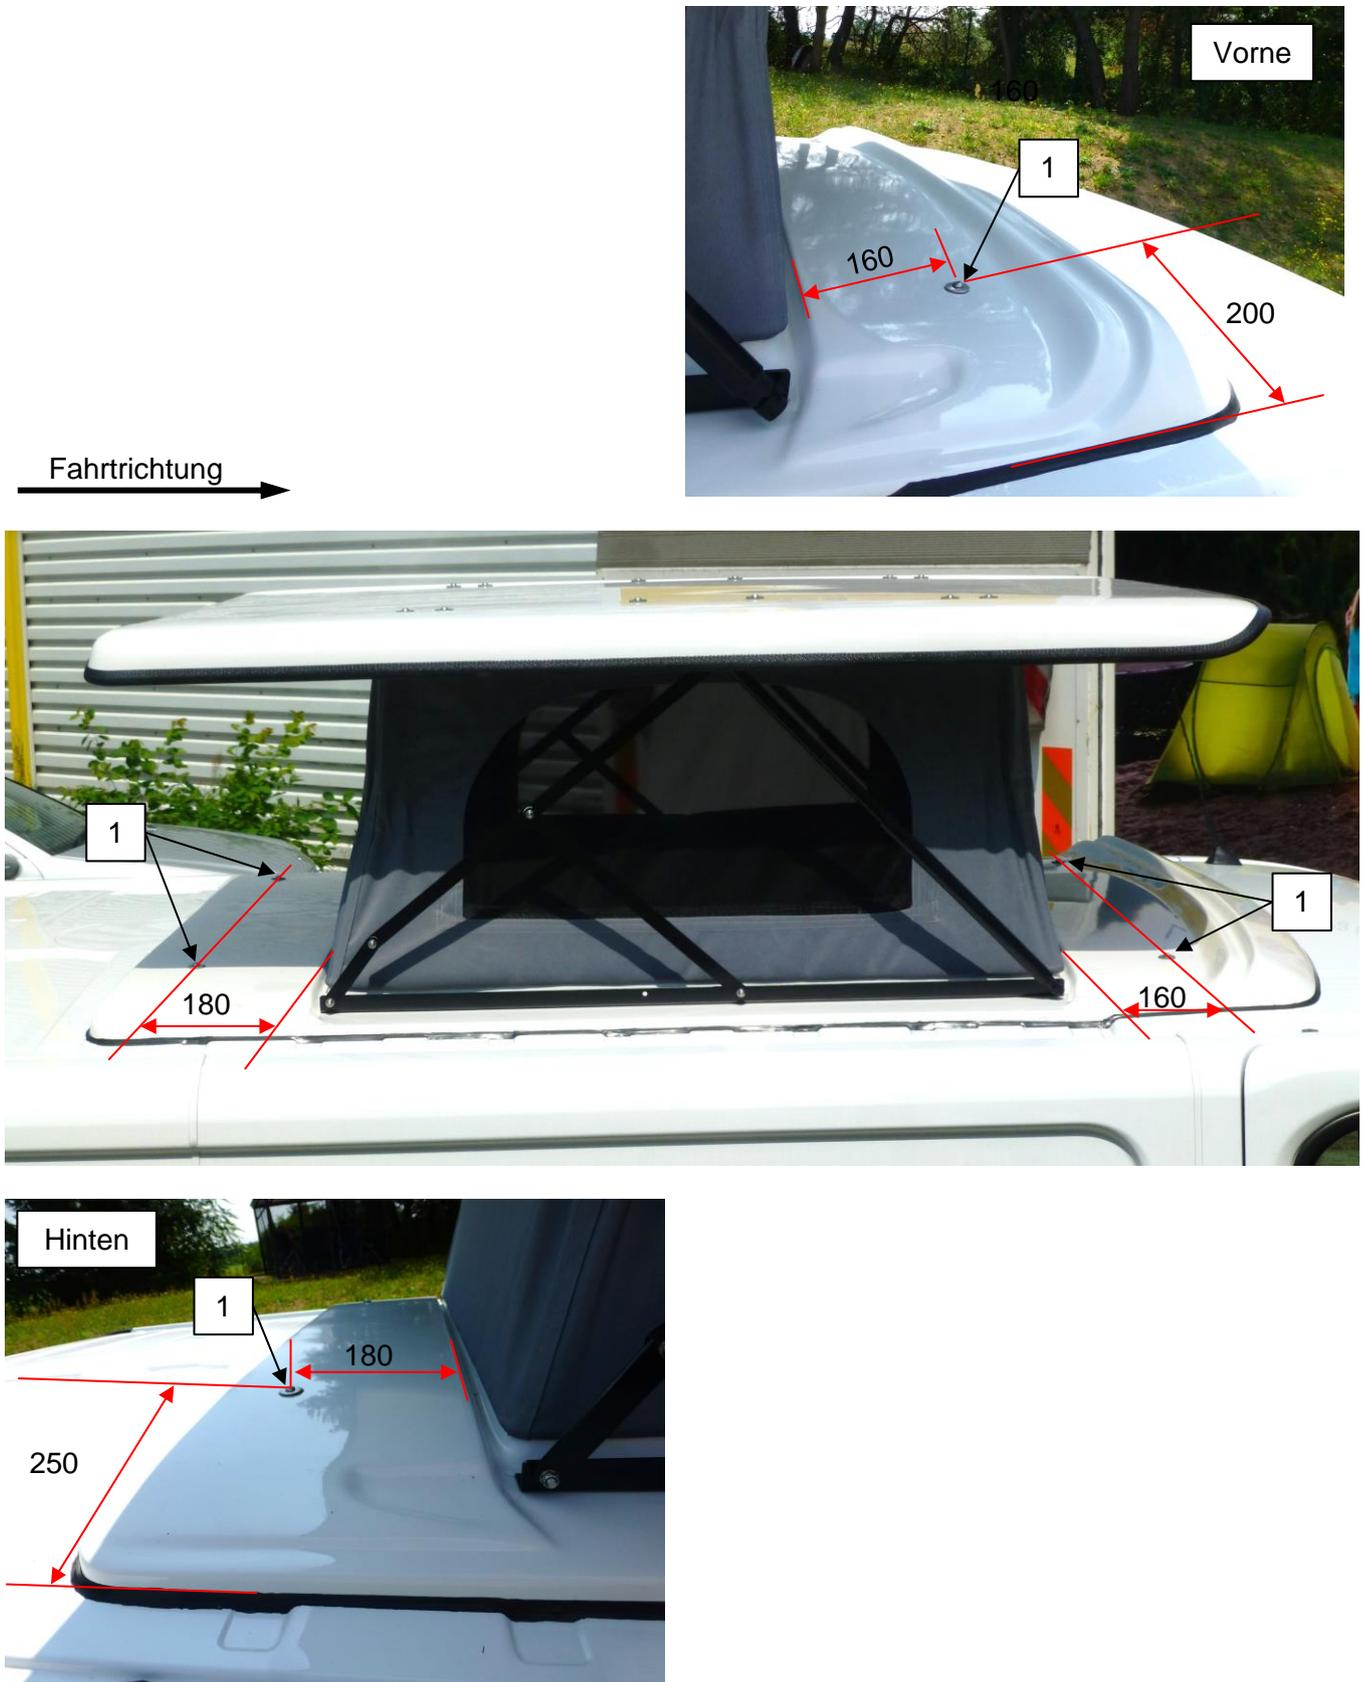

Abb. 3-1: Bohrungen für die Befestigungsschrauben
- Von oben die vier Löcher (s. Abb. 3-1,1) für die Befestigungsschrauben durch den EasyFit-Rahmen sowie das Fahrzeugdach bohren (6,5 mm).